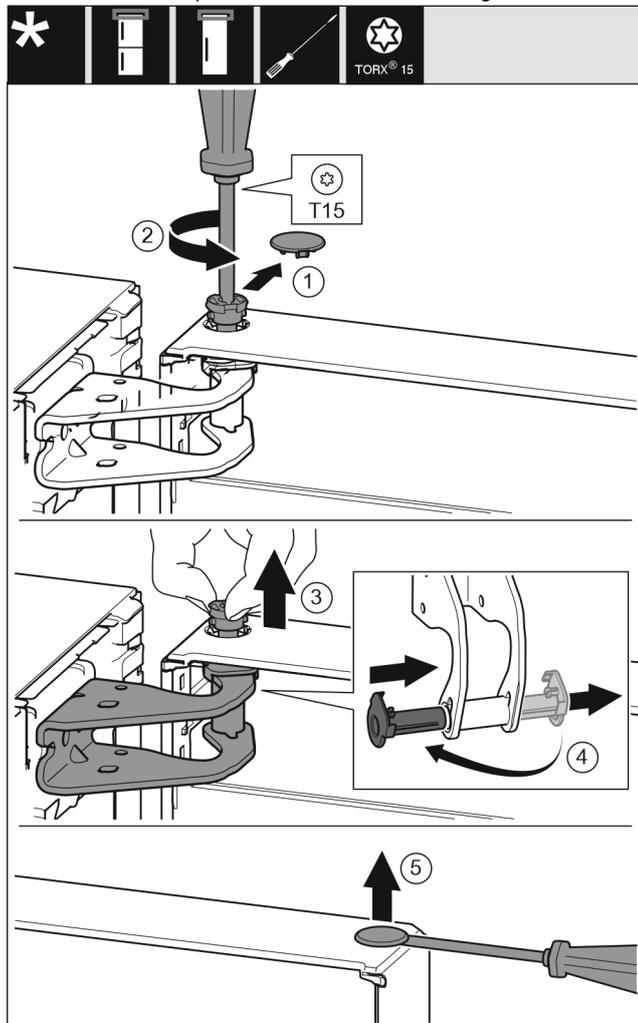

Fig. 10
- Desenroscar un poco el perno con el destornillador T15. *Fig. 10 (2)*
- Sujetar la puerta y extraer el perno con los dedos. *Fig. 10 (3)*
- Extraer el casquillo de apoyo de la guía. Introducirlo y encajarlo desde el otro lado. *Fig. 10 (4)*
- Levantar cuidadosamente el tapón del casquillo de apoyo de la puerta con un destornillador para tornillos de cabeza ranurada y extraerlo. *Fig. 10 (5)*